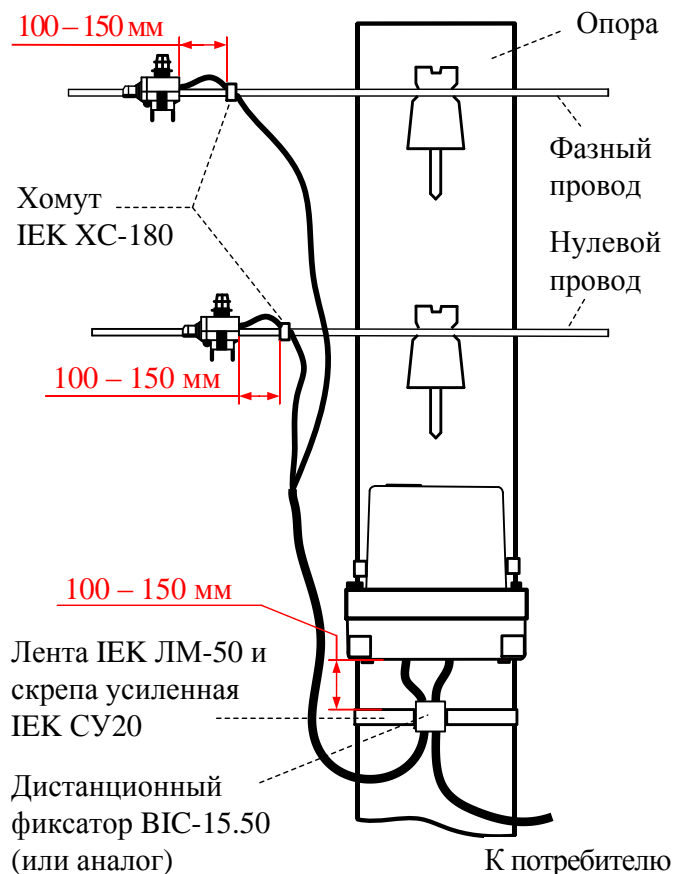

Рисунок 9.4 – Крепление провода при установке счетчика на опору ЛЭП
9.4.3.8 Провода подключить к ЛЭП с помощью прокалывающих зажимов. Скрутка проводов строго запрещена! Место контакта зачистить от пыли, пленок, окислов и смазать токопроводящей смазкой. Зафиксировать провод атмосферостойким хомутом, например, ИЕК ХС-180 (УНН21-D6-180-100), перед зажимом вдоль ЛЭП (рисунок 9.4).